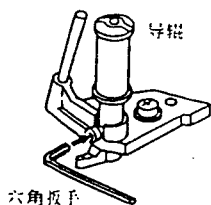

图1-52
- b) 先松开导辊底部的设定螺丝, 然后再用导辊调整专用螺丝刀(JIGDRIVERH-4) 稍微将其旋至能轻松圆滑地旋动它之程度。(见图1-52)